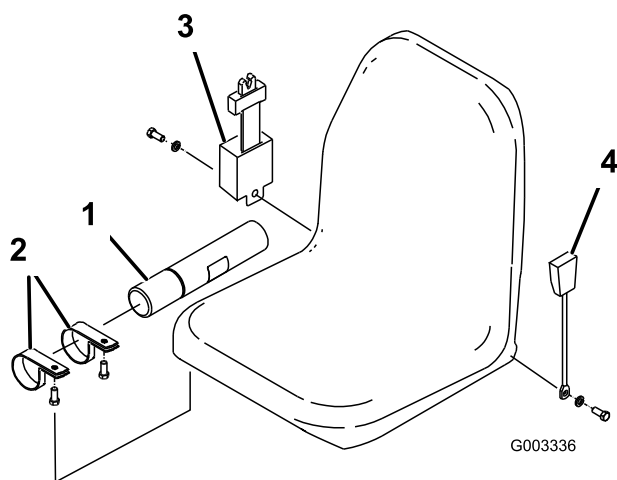

Figura 3
1. Instale o tubo manual na suspensão do banco com as 2 braçadeiras R, incluídas nas peças soltas (Figura 3).
bloqueio, fornecidas com as peças adjuntas (Figura 3). O retractor do cinto de segurança deve ser montado no lado direito do banco e a fivela do cinto de segurança no lado esquerdo.